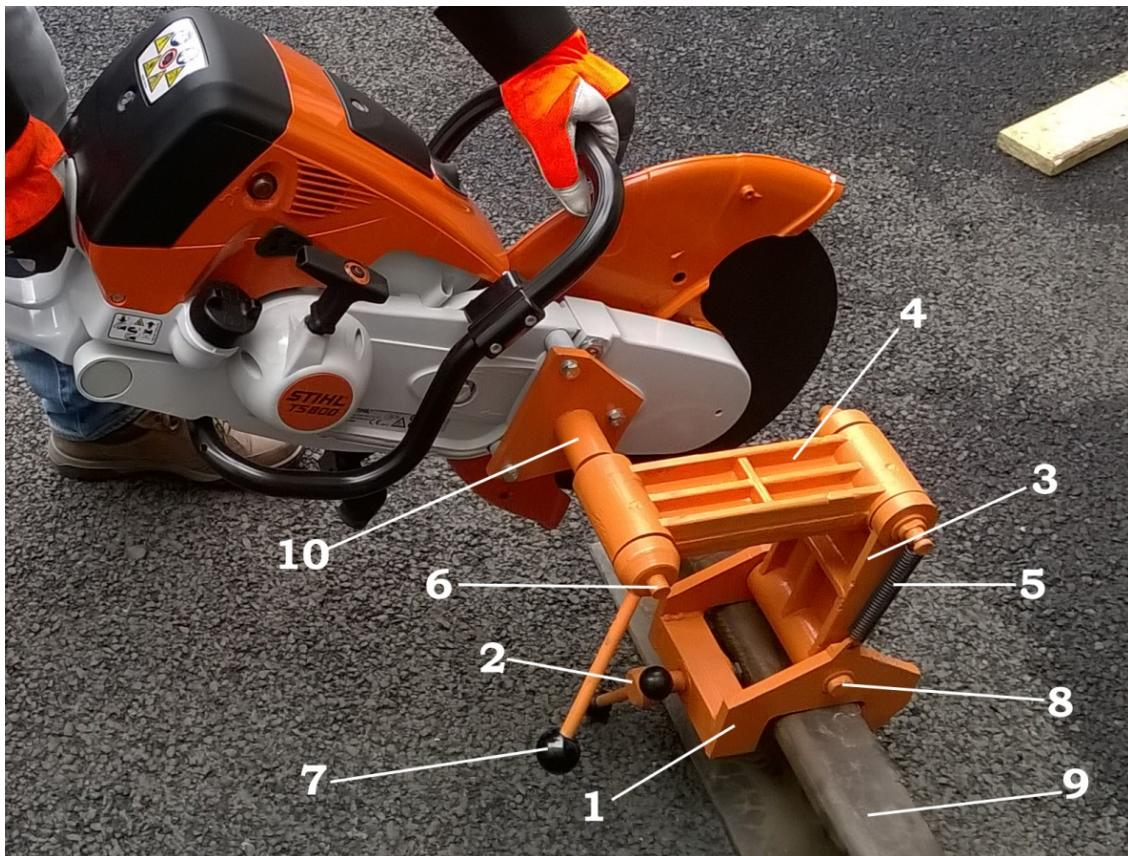

Рис. 1 Станок рельсорезный PP-800 с рельсовым захватом ПР-10.
3.1 Рельсовый захват ПР-10 (рис.1) состоит из установочной опоры на рельс 1, выполненной в форме скобы и фиксируемой на рельсе с помощью зажимного винта 2, поворотной двухзвенной рукояти, состоящей из двух рычагов 3 и 4, пружины 5, вращающейся оси крепления к рельсорезу 6 с ручкой 7.
5.2 Установить опору 1 рельсового захвата на рельс 9 и закрепить зажимным винтом 2 (рис.1).
5.3 Установить рельсорезный станок на ось 6 с помощью вращения ручки 7 рычага рельсового захвата 4 (рис.1) в отверстие на кронштейне крепления рельсореза 10 (рис.1) и закрепить.